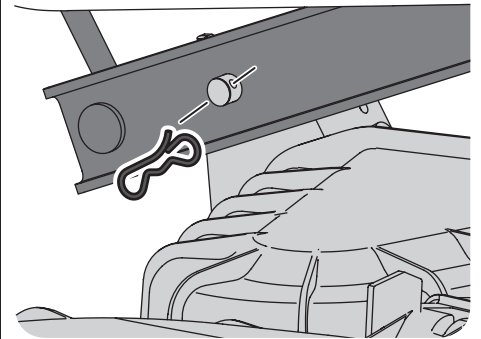

Figura 4-4
11. Mirando hacia la plataforma desde el lado izquierdo del tractor, ubique el pasador de chaveta en el lado posterior izquierdo de la plataforma. Vea la Figura 4-4.
12. Retire el pasador y saque el pasador de la plataforma del brazo de elevación de la misma. Vea la Figura 4-4.